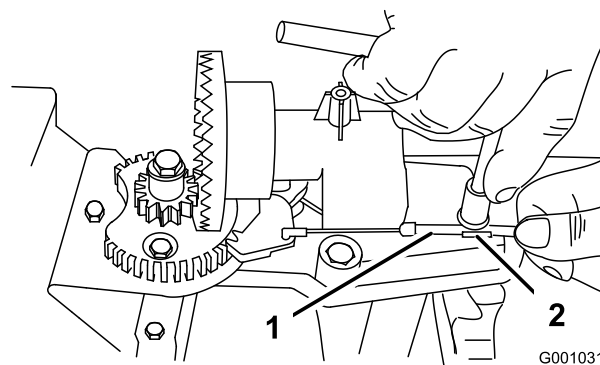
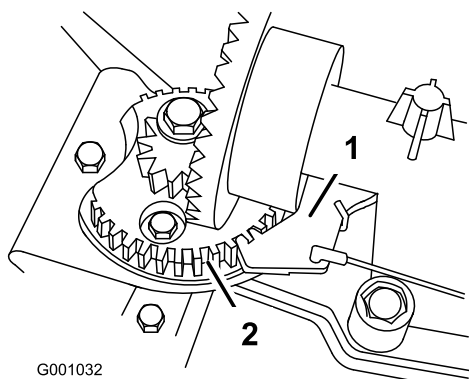

Figura 50
Figura 51
2. Desaperte o parafuso na abraçadeira do cabo (Figura 50).
3. Segure na conduta de cabos e mova-a para a frente da máquina até que o fecho da calha de descarga engate completamente nos dentes da engrenagem (Figura 50 e Figura 51).
Nota: O fecho tem uma mola e move-se naturalmente para os dentes da engrenagem (Figura 51).